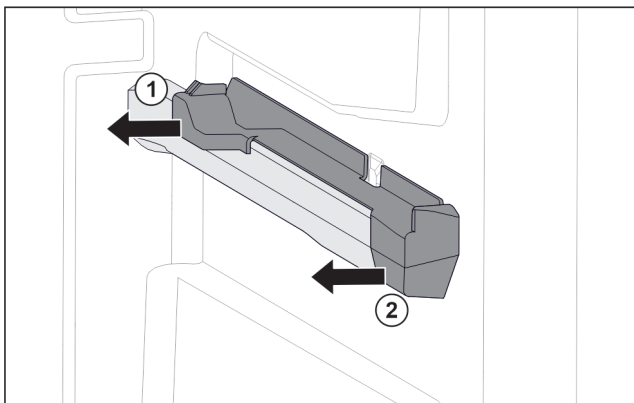

Fig. 140 Elemento inseribile sulla nervatura destra del contenitore
- ▶ Estrarre l'elemento inseribile dal lato posteriore di lato. Fig. 140 (1)
- ▶ Estrarre l'elemento inseribile dal lato anteriore di lato. Fig. 140 (2)